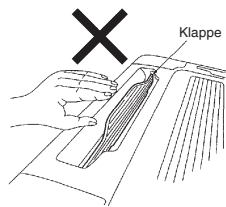

Abb. 7-13
- Die Klappe nicht berühren oder Druck darauf ausüben. (Abb. 7-13)